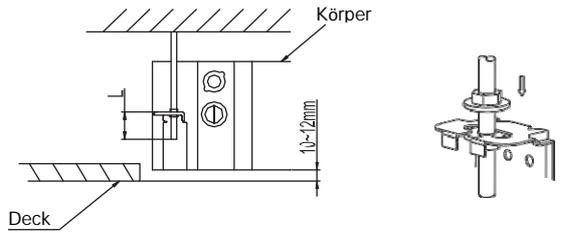

Abb.5-5
- 1 Installieren Sie die Klimaanlage sicher, erst danach sollten Sie die Schrauben fest in den Körper drehen (siehe Abb.5-5).